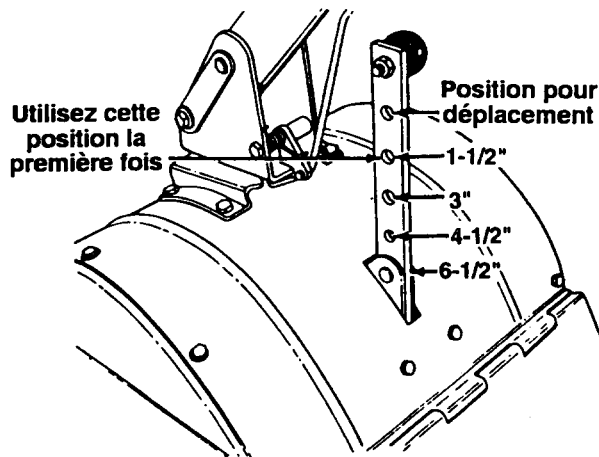

FIGURE 18
**AVERTISSEMENT:** La première fois que vous utilisez le motoculteur, réglez le guide de profondeur à 1-1/2 po (deuxième trou à partir du haut). Voir la figure 18.
La profondeur de travail est contrôlée par le guide de profondeur qui peut être réglé à cinq positions différentes. Voir la figure 18. Ajustez les dispositifs de protection latéraux comme à la figure 19 en réglant le guide de profondeur. Vérifiez que le fil de la bougie est débranché et mis à la masse contre le moteur.
1. Lors de la première utilisation du motoculteur, employez le deuxième trou de réglage à partir du haut (profondeur de travail: 1-1/2 po). Voir la figure 18.